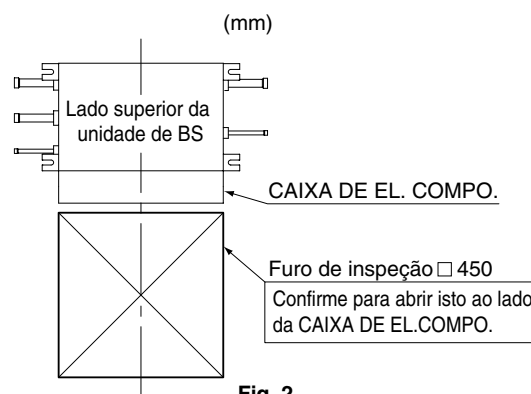

Fig. 2
- Posições onde um furo de inspeção **(Consulte a Fig. 2)** pode ser instalado ao lado da CAIXA DE EL.COMPO (veja a Nota).